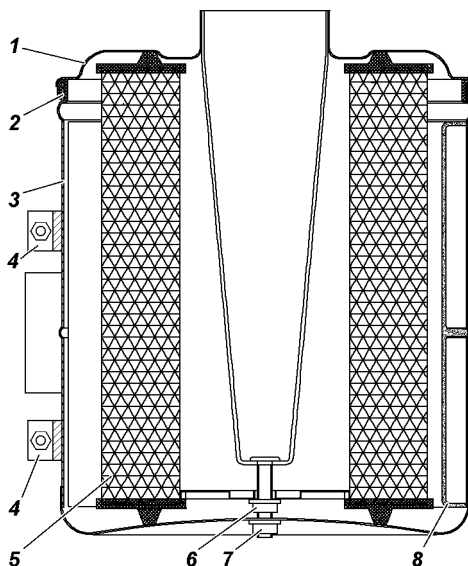

Рис. 9.10. Воздушный фильтр:
**Воздушный фильтр.** На автомобиле установлен воздушный фильтр (рис. 9.10) со сменным картонным фильтрующим элементом.
Через 30000 км пробега или при снижении мощности двигателя заменяйте фильтрующий элемент 5 (рис. 9.10).